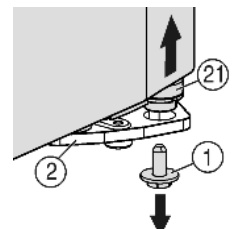
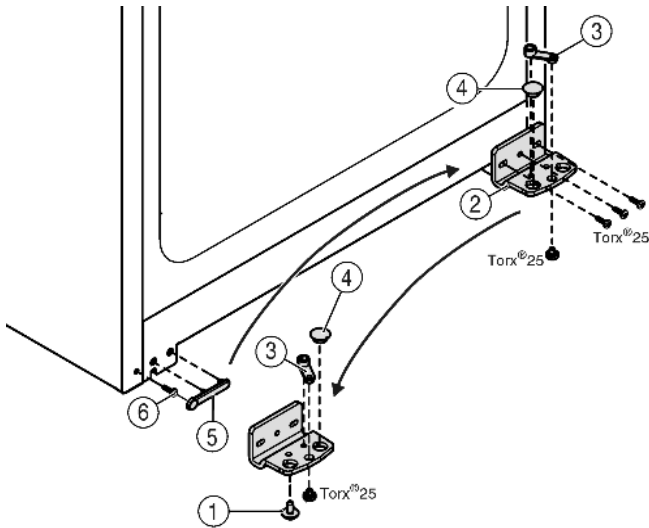

Fig. 5
Fig. 6
- ▶ Jobbra lent a csapágybakon lévő biztosítócsavart (Fig. 5 (1)) tekerje ki.
- ▶ A tartócsap (Fig. 5 (21)) kioldódik a csapágybakból (Fig. 6 (2)).
- ▶ Ha a tartócsap Fig. 5 (21) nem oldódik ki, a csapszeget alulról nyomja ki.
- ▶ Csavarozza le a csapágybakot Fig. 6 (2).
- ▶ Csavarozza le a csapágyrészt Fig. 6 (3), helyezze át a csapágybak túloldali felvevő furatába és csavarozza vissza.
- ▶ Vegye ki a csapágybakban lévő dugót Fig. 6 (4), és helyezze át a csapágybak szemközti oldalán lévő felvevőfuratba.
- ▶ Óvatosan emelje le a fogantyú felőli fedelet Fig. 6 (5).
- ▶ Tekerje ki a csavart Fig. 6 (6) és az ellenkező oldalon helyezze be.
- ▶ Helyezze vissza a fedelet Fig. 6 (5).
- ▶ Csavarozza vissza a csapágybakot Fig. 6 (2) a csuklópánt új oldalára **4 Nm-es nyomatékkal**, szükség esetén egy akkus csavarhúzóval.
- ▶ A biztosítócsavart Fig. 5 (1) lent csavarja be a tartócsapba és húzza meg (**4 Nm-es nyomatékkal**).